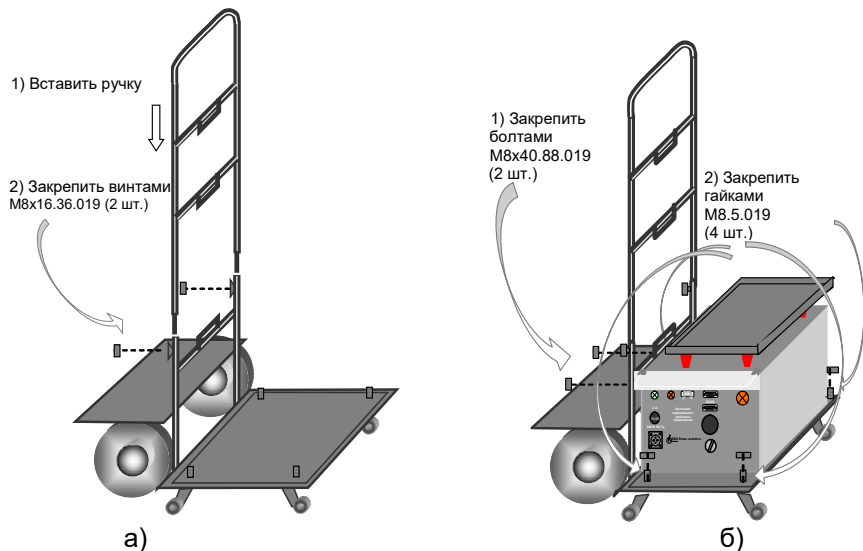

Рисунок 7.20
- 1) Собрать тележку (рисунок 7.20, а).
- 2) Установить на тележку ИПРН и закрепить его болтовыми соединениями (рисунок 7.20, б).
- 3) Установить Блок измерительный и Коммутатор, размещенные в сумке укладочной, на платформу ИПРН и закрепить сумку на платформе "липучками" (рисунок 7.20, в).
- 5) Установить и закрепить "липучками" на ручке тележки сумки укладочные для БУ и кабелей (рисунок 7.20, в).